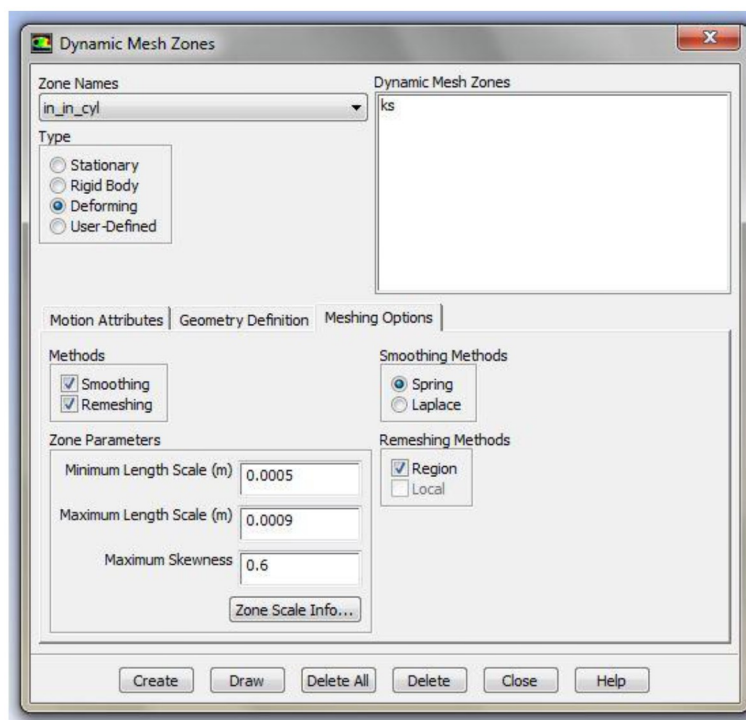

Рисунок 2.24 – Меню задания параметров зоны сетки *in_in_cyl* (*Meshing Options*)
- После этого выполняются настройки в разделе *Meshing Options* (рисунок 2.24), которые осуществляются следующим образом: